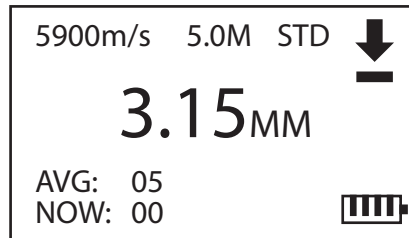

Figura 4-1-8: Display de medição com cálculo de média
PASSO 3: Pressione a tecla <  > para retornar ao display de medição já no modo de cálculo de média (como mostrado na **Figura 4-1-8**).